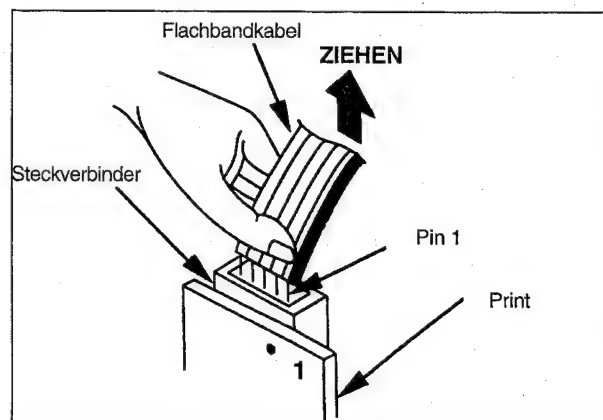

Abb. 1-3
Originalkabel mit Markierung „O“ bei Audio / CTL-Kopf (Abb. 1-3).
Kabel vorsichtig herausziehen, ohne die einzelnen Leiter zu beschädigen (siehe Abb. 1-3).
1. Flachbandkabel so positionieren, daß die Striche auf dem Kabel mit den Stiften (Pins) des Steckverbinders übereinstimmen (siehe Abb. 1-3).